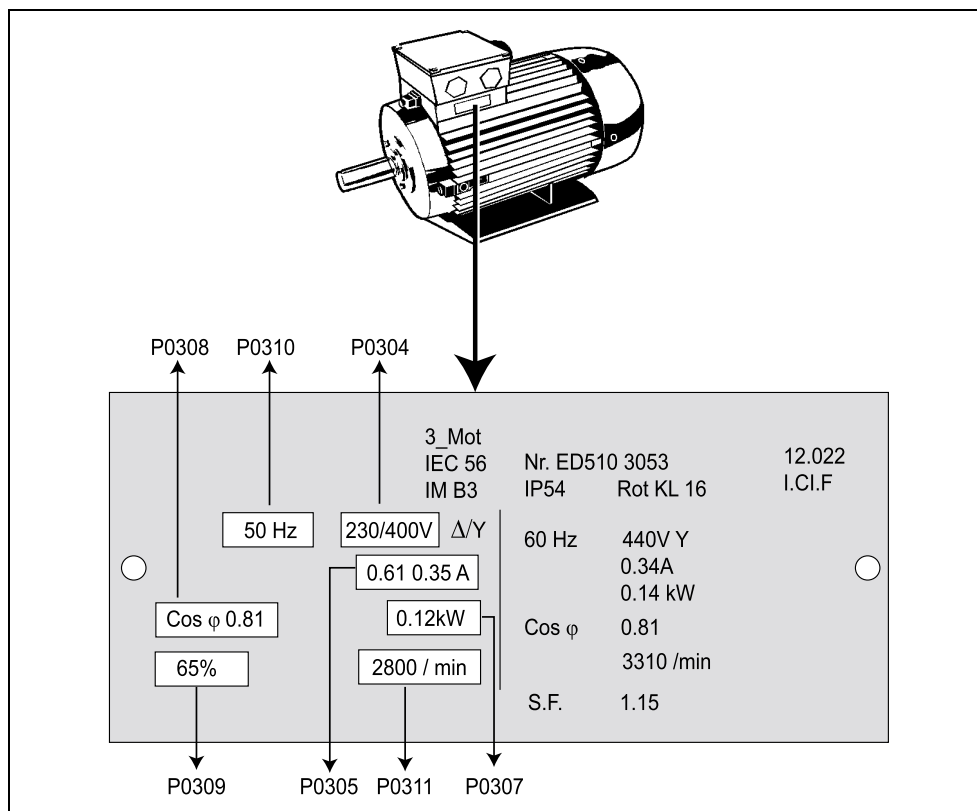

Figure 3-7 Exemple type de plaque signalétique
1. Le variateur ne comporte pas d'interrupteur secteur et est sous tension dès qu'il est relié au réseau. Il reste en attente, sortie désactivée, jusqu'à l'actionnement de la touche MARCHÉ ou l'application d'un signal TOR Marche (ON) sur la borne 1.
3. Le variateur est paramétré en usine pour des applications types avec moteurs Siemens standard à quatre pôles de même puissance nominale. L'utilisation d'autres moteurs impose d'entrer les caractéristiques inscrites sur la plaque signalétique du moteur. Voir Figure 3-7 pour davantage de détails concernant la lecture des caractéristiques du moteur.